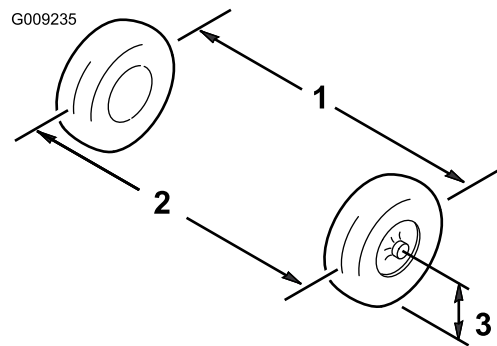

Figure 51
- Mesurez la distance entre les roues avant à hauteur d'essieu, à l'avant et à l'arrière des roues (Figure 51).